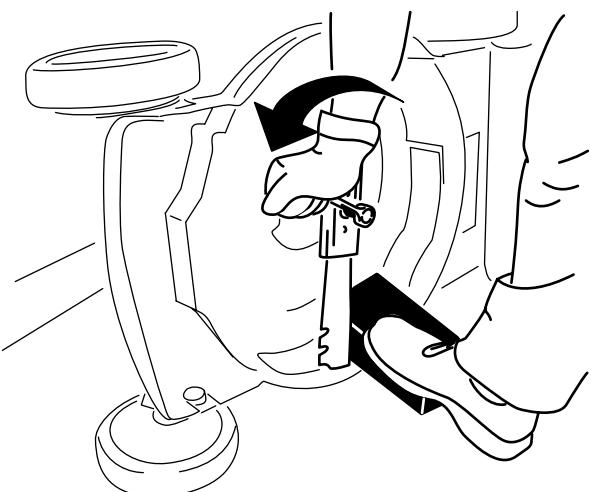

Рисунок 28
- Используйте деревянную подкладку для неподвижного удерживания ножа (Рисунок 28).
- Снимите нож, сохранив все крепежные детали (Рисунок 28).